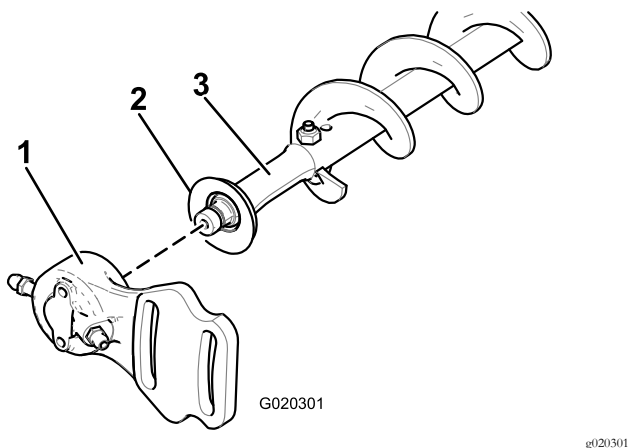

Figura 17
- Deslize a caixa de rolamentos do lado oposto à transmissão e vedante de eliminação de sedimentos do eixo da escova (Figura 17).